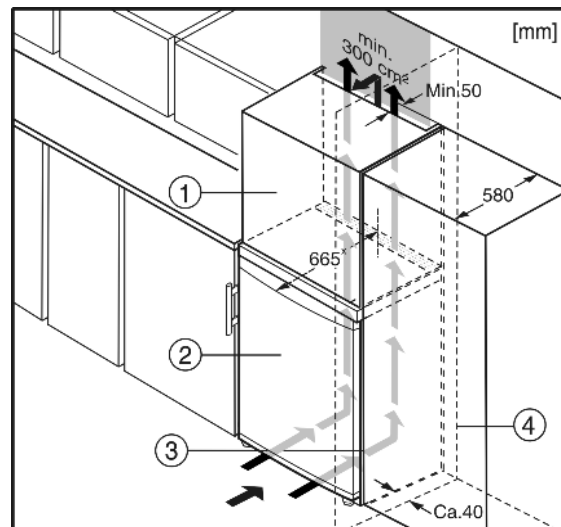

Fig. 5
- (1) Aufsatzschrank
- (2) Gerät
- (3) Küchenschrank
- (4) Wand
Das Gerät kann mit der Kücheneinrichtung umbaut werden. Um das Gerät Fig. 5 (2) der Küchenzeilenhöhe anzugleichen, kann über dem Gerät ein entsprechender Aufsatzschrank Fig. 5 (1) angebracht werden.
Beim Umbau mit Küchenschränken (Tiefe max. 580 mm) kann das Gerät direkt neben dem Küchenschrank Fig. 5 (3) aufgestellt werden. Das Gerät steht seitlich 70 mm* und in der Gerätemitte 85 mm* gegenüber der Küchenschrankfront vor.
Wenn das Gerät mit den Scharnieren neben einer Wand *Fig. 5 (4)* aufgestellt wird, muss der Abstand zwischen Gerät und Wand mindestens 40 mm betragen. Dies entspricht dem Griffüberstand bei geöffneter Tür.